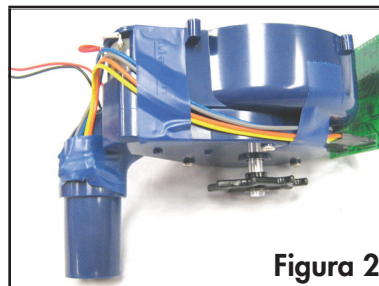

Figura 2
9) (Figura 2) Limpie los sensores con una tela seca si es necesario. Inserte los sensores en los agujeros en el agujero del tubo de alimentación, con el sensor cableado naranja/amarillo en el agujero a la derecha, el sensor cableado azul/gris yendo al agujero en la izquierda. Enrolle cinta eléctrica muy cuidadosamente alrededor del tubo de alimentación sobre los sensores para evitar que la luz solar interfiera con los sensores.
2) (Figura 2) Deslice la placa posterior y la tarjeta de circuitos juntas dentro de la carcasa izquierda para evitar romper el botón de encendido en la tarjeta. La carcasa tiene un surco en toda su longitud alrededor para la placa posterior, y hay 2 muescas en las esquinas de la cavidad para asentar la tarjeta de circuitos. Asegúrese de que la tarjeta de circuitos esté asentada en las dos muescas.